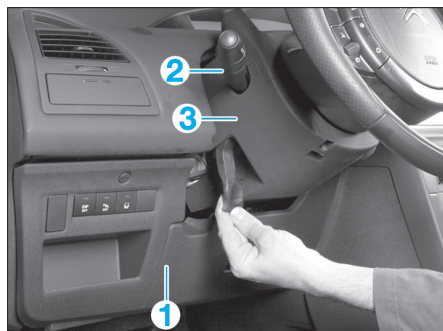

Fig. 2
- Débloquer la colonne et la tirer/descendre au maximum (Fig.2)